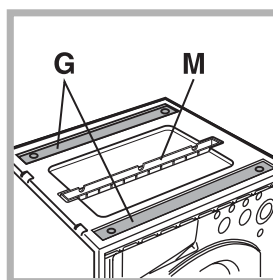

Fig. 10
Alloggiate nel coperchio di polistirolo (fig. 10) si trovano: 2 traverse (G); 1 listello (M)